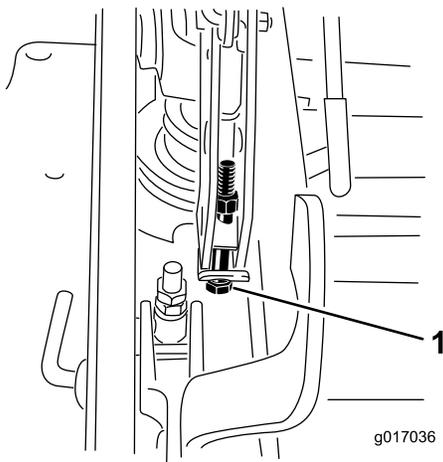

Figura 98
13. Se il piatto è troppo basso, serrate il bullone di regolazione da un punto unico ruotandolo in senso orario. Se il piatto è troppo alto, allentate il bullone di regolazione da un punto unico ruotandolo in senso antiorario (Figura 98).
14. Serrate i 2 bulloni alla base della piastra dell'altezza di taglio (Figura 98).